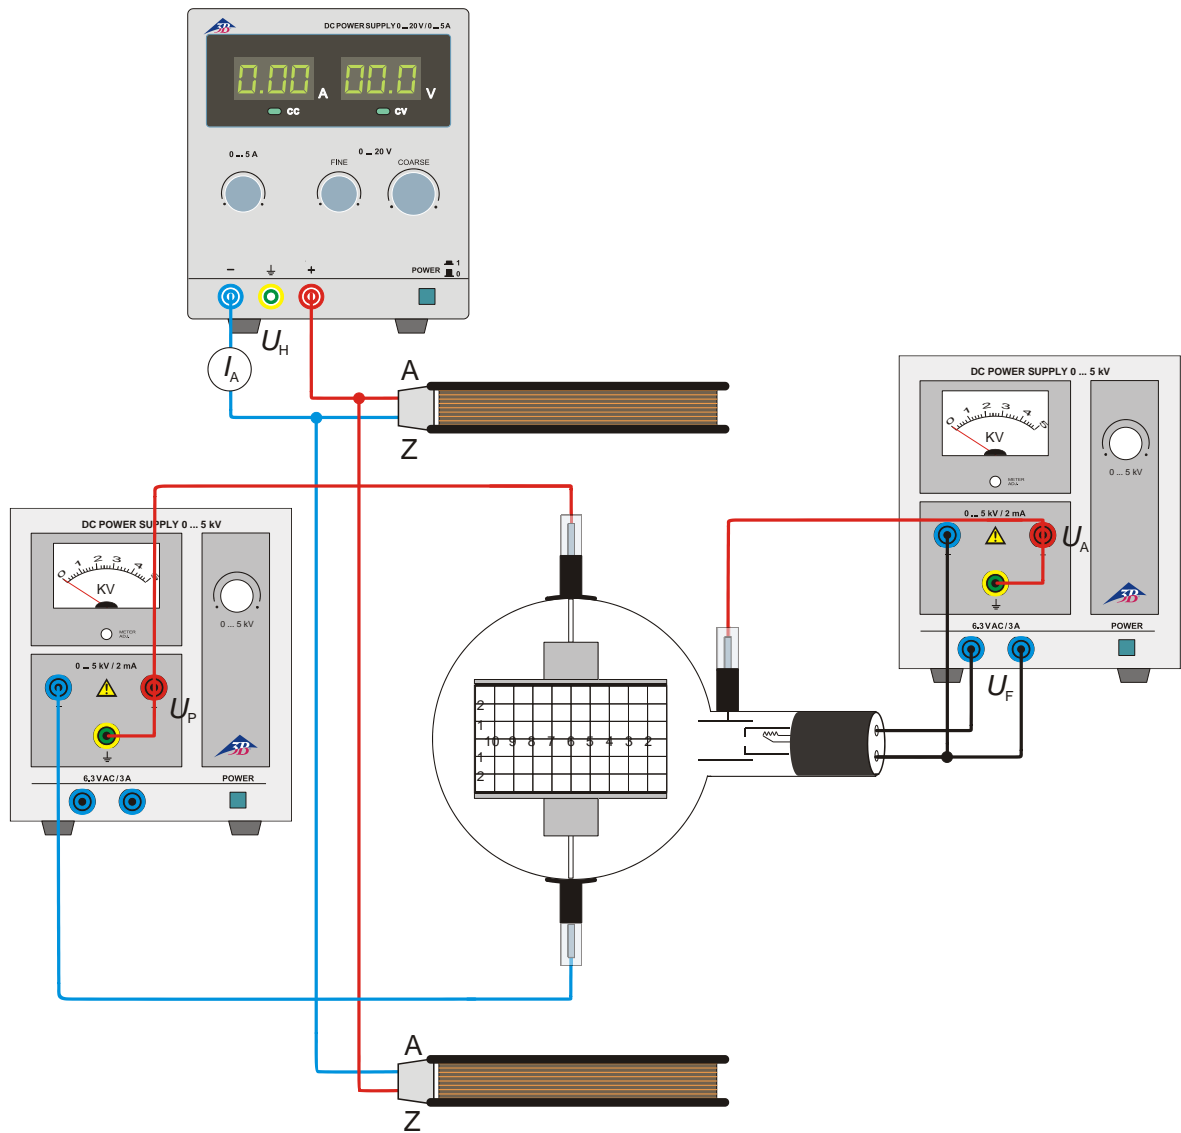

Fig. 4 Determinazione di e/m mediante compensazione del campo
- Struttura di prova come da Fig. 4.